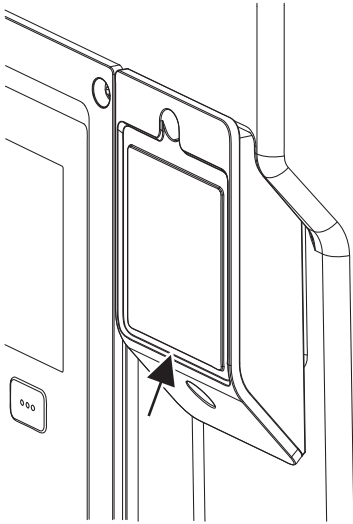

Fig. 28: Kansi Wilo-Smart Connect BT -moduulille
1. Löysää Wilo-Smart Connect -moduulin kannen ruuvi (Fig. 28) ja avaa kansi.
Rakenteen vuoksi Wilo-Smart Connect BT -moduuli voidaan liittää vain yhdessä suunnassa. Itse moduulia ei kiinnitetä muulla tavoin. Wilo-Smart Connect -moduulin kansi (Fig. 28) elektroniikkamoduulin yläosan päällä pitää moduulin kiinni rajapinnassa.